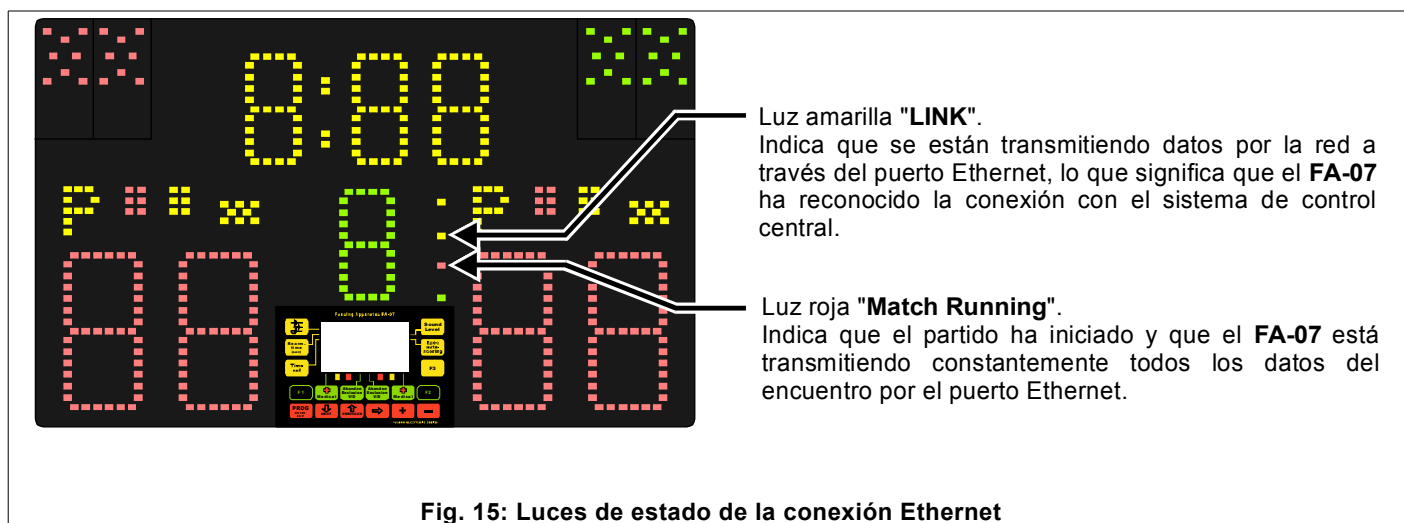

Fig. 15: Luces de estado de la conexión Ethernet
2. Comunicación al sistema central del inicio del encuentro, efectuada por el árbitro mediante los botones [Alt-1] + [BEGIN]. A partir de ese momento el **FA-07** transmite constantemente todos sus datos al sistema central, que los recoge y los transmite a los marcadores y al web. En el **FA-07** se enciende la luz "Match Running" (véase la Fig. 15), que indica que el encuentro ha iniciado.
Cuando el **FA-07** está conectado con el sistema central, enciende la luz amarilla LINK (véase la Fig. 15) y muestra en la pantalla el número de pista que se le ha adjudicado y comunicado, para verificar que corresponden. Si el **FA-07** no recibe ninguna señal del sistema central durante más de 40 segundos, el aparato considera la conexión terminada o interrumpida y apagada las indicaciones correspondientes.
Cuando el **FA-07** reconoce que su conexión de red está activa, enciende la luz amarilla LINK (véase la Fig. 15) y muestra en su pantalla gráfica el número de pista que se le ha asignado.
Si el **FA-07** ha recibido y está mostrando los datos de un nuevo encuentro (nombre de tiradores, etc...), pulsando los botones [Alt-1] + [BEGIN] del mando a distancia, el árbitro comunica el inicio del encuentro al sistema central. A partir de ese momento, el **FA-07** transmite constantemente todos sus datos por la red y enciende la luz roja "Match Running" (véase la Fig. 15) para indicar que el encuentro ha iniciado.